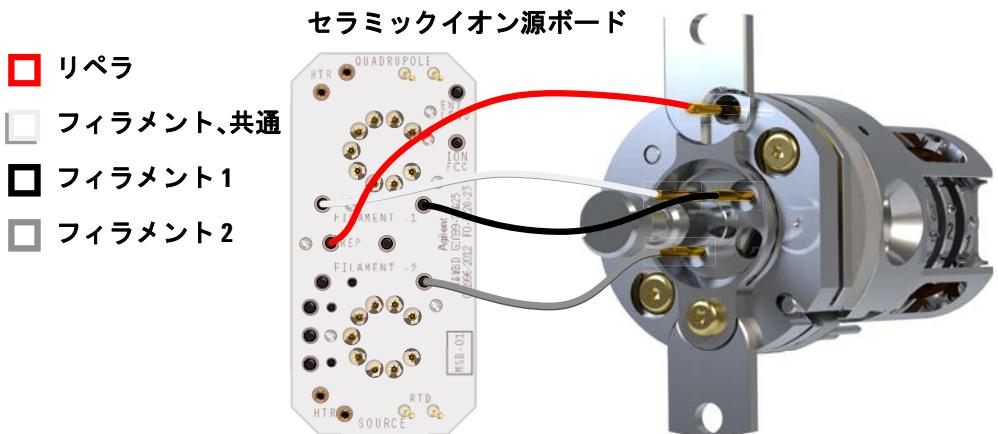

図 36 セラミックイオン源ボードと EI HES の配線
- ピンセットかラジオペンチを使用して、セラミックイオン源ボードワイヤーのリード線(赤、白、黒、グレー)をイオン源のコネクタに接続、またはコネクタから外します。(図 36 を参照してください。)